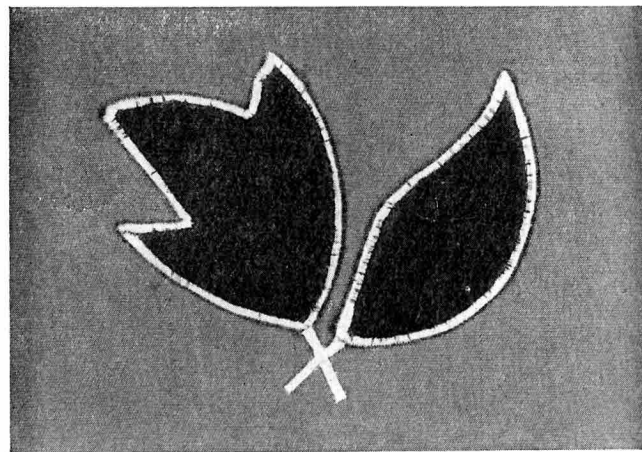

Abb. 49
2. Die Applikation wird auf Stoff aufgezeichnet und mit schmalen, kurzen Stichen (Stichlänge und Zickzack-Stichbreite) entlang den vorgezeichneten Linien aufgenäht. Danach wird der überstehende Rand der Applikationen dicht an der Naht abgeschnitten und die Kante mit etwas breiterem Zickzack-Stich und ganz kleiner Stichlänge (Stich an Stich) übernäht (Abb. 49). Hierbei ist die Oberfadenspannung etwas lockerer einzustellen.